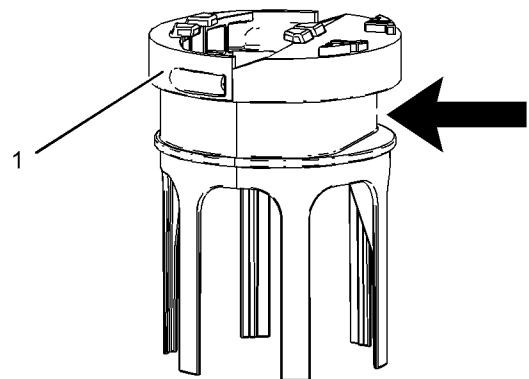

Abbildung 74
4. Den Saugfilter (4) an den Sicherungsnasen (5) packen und vom unteren Ende der Tankeinsatz-Heizschlange abziehen. Den Filter durch einen neuen Saugfilter ersetzen.
6. Sicherstellen, dass die Bandschelle auf den flachen Bereich des Filtersockels ausgerichtet ist, wie in Abbildung 74 dargestellt. Die Bandschelle mit $4.5 \pm 0.7 \text{ N}\cdot\text{m}$ ($40 \pm 6 \text{ lb in}$)(1) festziehen. Sicherstellen, dass der Filter beim Festziehen der Bandschelle nicht gequetscht wird.